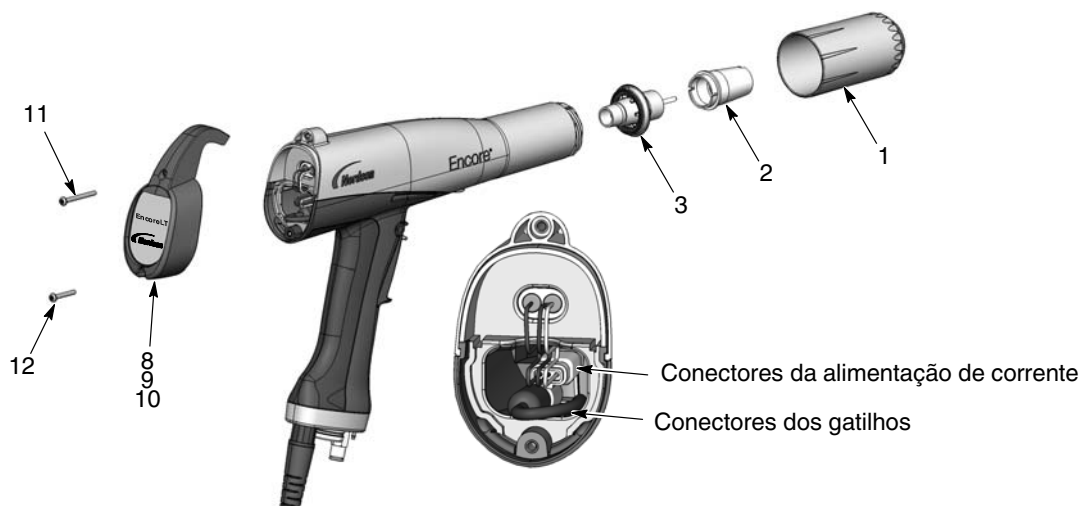
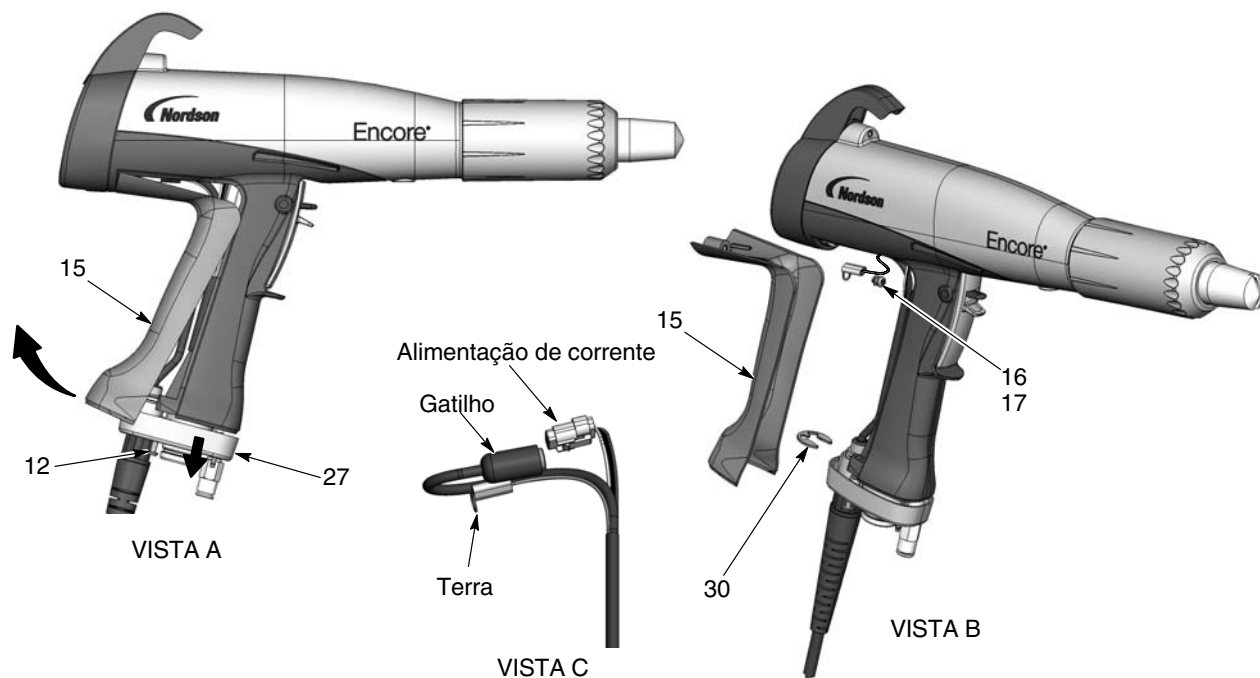

Figura 6-1 Desmontagem da pistola
Figura 6-6 Substituição do cabo
1. Consulte a figura 6-1. Retire a porca do bico, o bico e o conjunto do eléctrodo (1, 2, 3).
4. Consulte a figura 6-1. Monte a tampa, alojamento e o gancho, como ilustrado.
5. Monte o conjunto do eléctrodo (3) na parte dianteira do corpo da pistola. Assegure-se de que o fio do eléctrodo não está curvado nem partido.
6. Monte o bico (2) no conjunto do eléctrodo, assegurando-se de que as saliências do conjunto do eléctrodo encaixam nas ranhuras do bico.
7. Enfie a porca do bico (1) no bico e rode-a no sentido dos ponteiros do relógio para a fixar
2. Consulte a figura 6-1. Retire o parafuso inferior (12) do alojamento (9).
3. Consulte a figura 6-6, vista A. Desaperte os dois parafusos M3 x 20 (12) que fixam a base do punho (27) ao punho.
4. Puxe a base afastando-a do punho o suficiente para libertar da base o bordo inferior do contacto de terra (15).
6. Consulte a figura 6-6, vista B. Retire, do contacto de terra, o parafuso M3 x 8, as anilhas de segurança (16, 17) e o terminal de terra.
7. Retire o freio (30) do cabo.
8. Consulte a figura 6-6, vista C. Puxe os conectores do cabo para fora do punho. Desligue a cablagem de alimentação de corrente do cabo da pistola, inserindo uma pequena chave de fendas na ranhura do conector da cablagem de alimentação de corrente para soltar o engate.
1. Consulte a figura 6-6. Enfie um cabo novo através da base do punho, depois monte o freio (30) no cabo para o segurar no seu lugar.
3. Ligue o terminal do cabo ao contacto de terra (15) com o parafuso M3 x 6 e as anilhas de segurança (16, 17).
6. Empurre a base do punho (27) contra o punho e o contacto de terra e aperte bem os dois parafusos M3 x 20 (12) na base.
7. Consulte a figura 6-1. Enrosque o parafuso M3 x 20 inferior (12) no alojamento (9) e aperte-o bem.
1. Consulte a figura 6-6. Remova o contacto de terra como descrito em *Remoção do cabo*, passos 1-5. Não é necessário desligar o cabo de ligação à terra do contacto de terra.